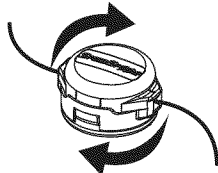

Fig. 19
Gire toda la unidad a modo de que el accesorio de corte se ubique a un ángulo de 30° con el suelo (Fig. 19).
2. Quite la tapa dejando que salga o es posible que sea necesario mover un poco la tapa y luego sacar la bobina (Fig. 19)